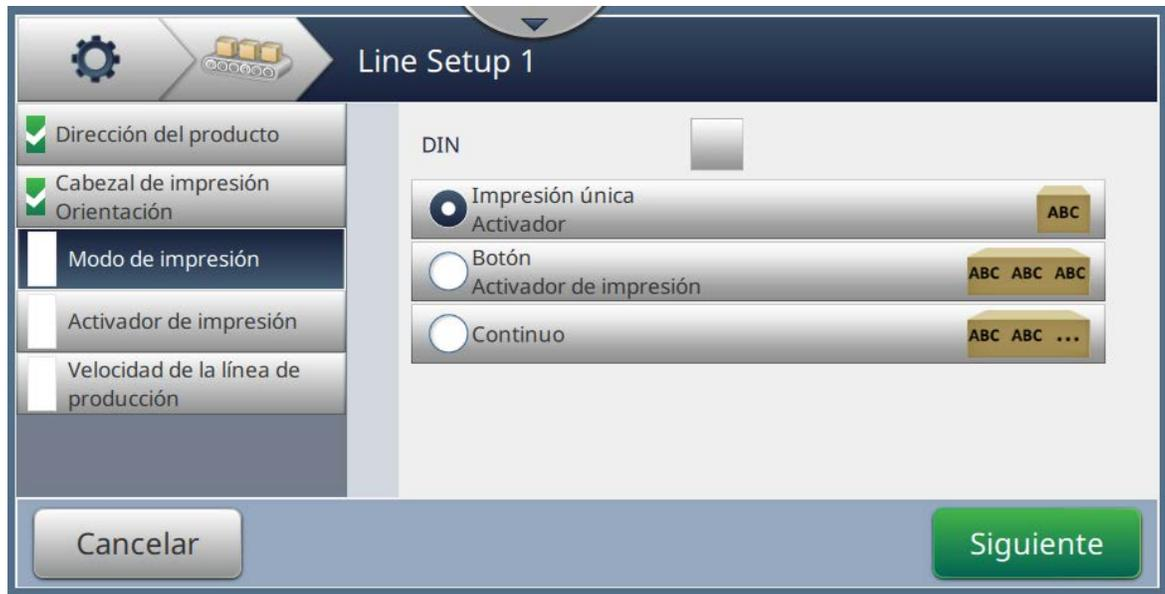

Figura 6-31: Configuración de línea: Modo de impresión
1. Pulse *Modo de impresión* en la pantalla de Configuración de línea, como se muestra en la Figura 6-31.
1. Seleccione esta opción, como se muestra en la Figura 6-31, y pulse el botón .
1. Seleccione la opción *Continuo*, como se muestra en la Figura 6-31 en la página 6-55, y pulse el botón  .